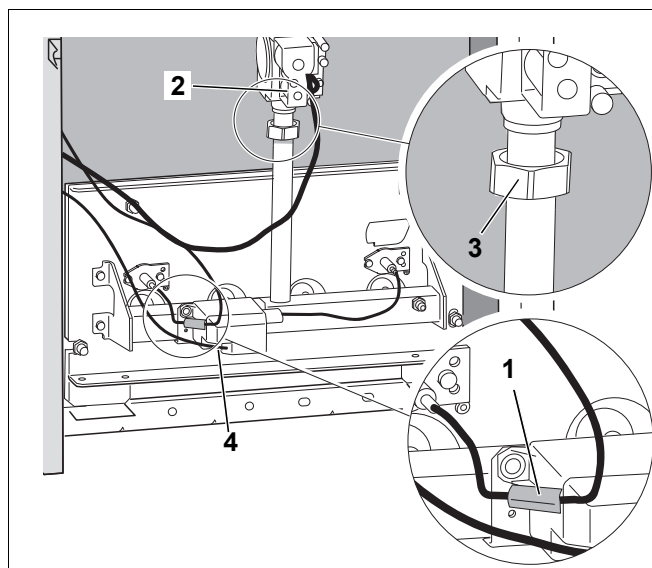

Рис. 38 Демонтаж горелки
- Отсоединить горелку от газовой арматуры в месте резьбового соединения (Рис. 38, поз. 3).
- Снять контактный предохранитель (Рис. 38, поз. 1) на контрольном кабеле и разъединить штекерное соединение.
- Вынуть штекер запального трансформатора (Рис. 38, поз. 4).